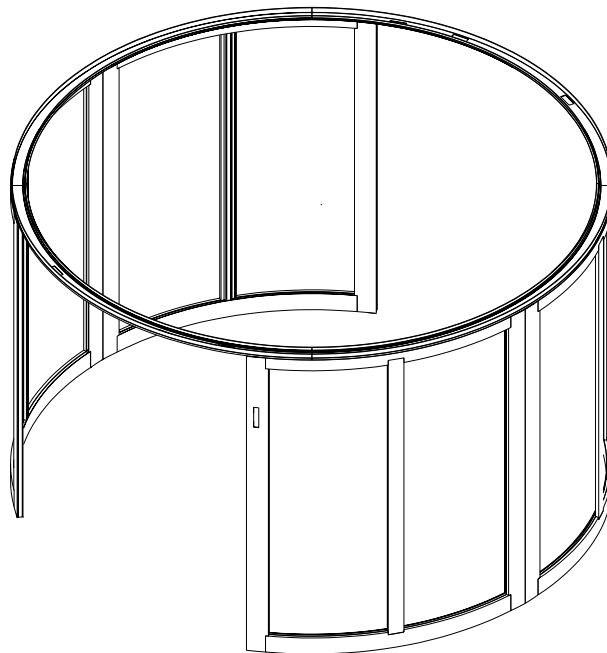

Figura 6 - 3
6.3 Mida la distancia entre el borde del aro de dosel y la curva exterior de los segmentos de pared lateral con una cinta métrica de profundidad, mida 6 puntos en el círculo, ajuste el aro de dosel con los siguientes datos: superficie pintada o anodizada $4 \pm 0,5$ mm, revestimiento 5~6 mm (Figura 6). Mida con una regla y ajuste el espacio de montaje del aro de dosel $\leq 0,3$ mm.